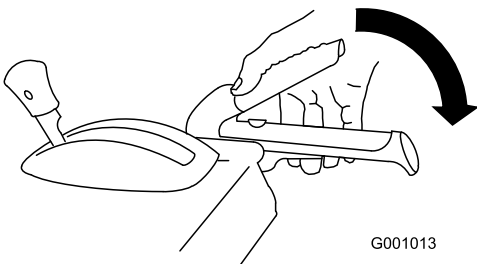

Figura 20
1. Para engranar la transmisión del sinfín/impulsor, apriete la palanca derecha (sinfín/impulsor) hacia la empuñadura (Figura 20).